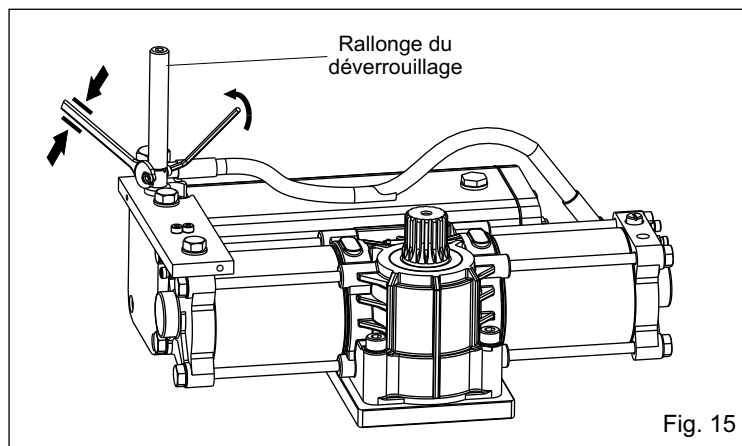

Fig. 15
4.1. Avant de positionner l'opérateur dans la caisse portante, installer la rallonge du déverrouillage (Fig. 15).